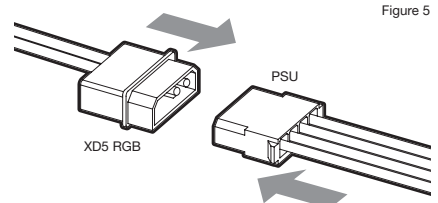

Figure 5
6. Connect the XD5 RGB's main power cable by plugging in a 4-pin Molex connector from your power supply (Figure 5).
6. Connectez le câble d'alimentation principal du XD5 RGB en branchant un connecteur Molex 4-pin venant de votre bloc d'alimentation (Figure 5).